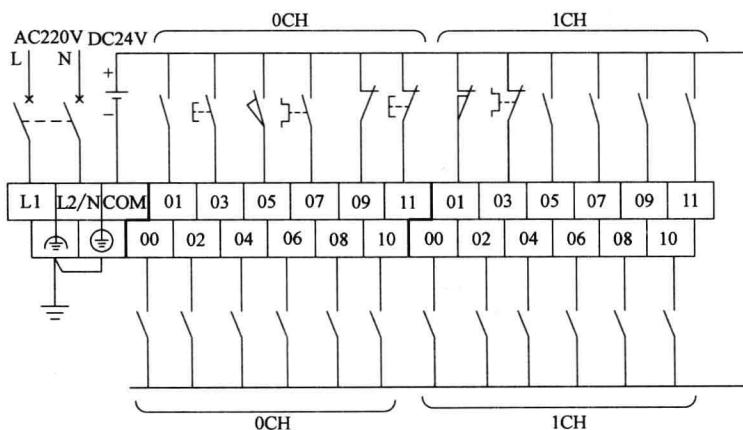

图 1-3 电源、接地、输入元件的连接图
① (GR) 为防止触电用接地端子，② (LG) 为功能接地端子（噪声滤波器中性端子）。干扰大、有误动作及防止电击时，请将 LG 与 GR 短路，用专用的接地线（截面积在 2mm² 以上的电线）进行单独接地。请勿将接地线与其他设备共享，或连接到建筑物的梁上，这样会有相反的效果，反而会受到不良影响。电源和接地接线如图 1-3 所示。
所有布线，请务必采用压接端子或使用单线。输入接线如图 1-3 所示。图中的开关、按钮可以常开的方式接入，也可以常闭的方式接入，对于初学者建议将输入元件以常开的方式接入，这样对编程和对程序的理解都较为容易一点。